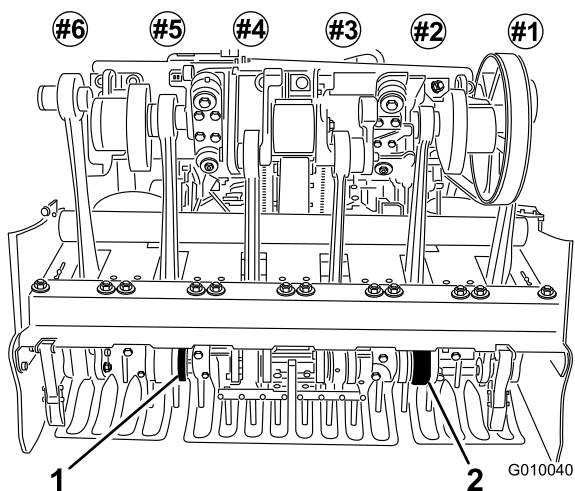

図 25
5. タインホルダー #2 と #5 (図 25) にタインを取り付け、キャップスクリューで固定する。